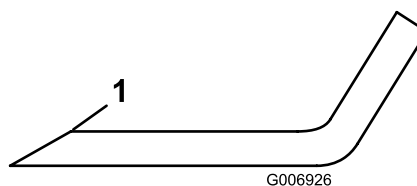

Figura 87
4. Inspeccione as extremidades de corte de todas as lâminas. Se apresentar sinais de desgaste ou ranhur, afie apenas a zona superior da parte cortante e mantenha o ângulo de corte original para garantir um desempenho eficaz da lâmina (Figura 87).